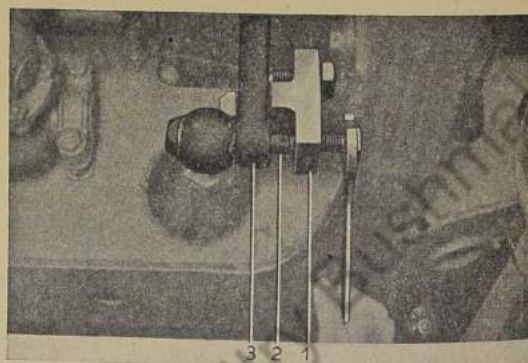

Bild 506: Kugelzapfen aus Lenkzwischenhebel herausdrücken
3. Beide Kugelzapfen mit Abdrücker Nr. 1505 herausdrücken (Bild 506). Lenkzwischenstange nach hinten durch den Querträger hindurch abnehmen.